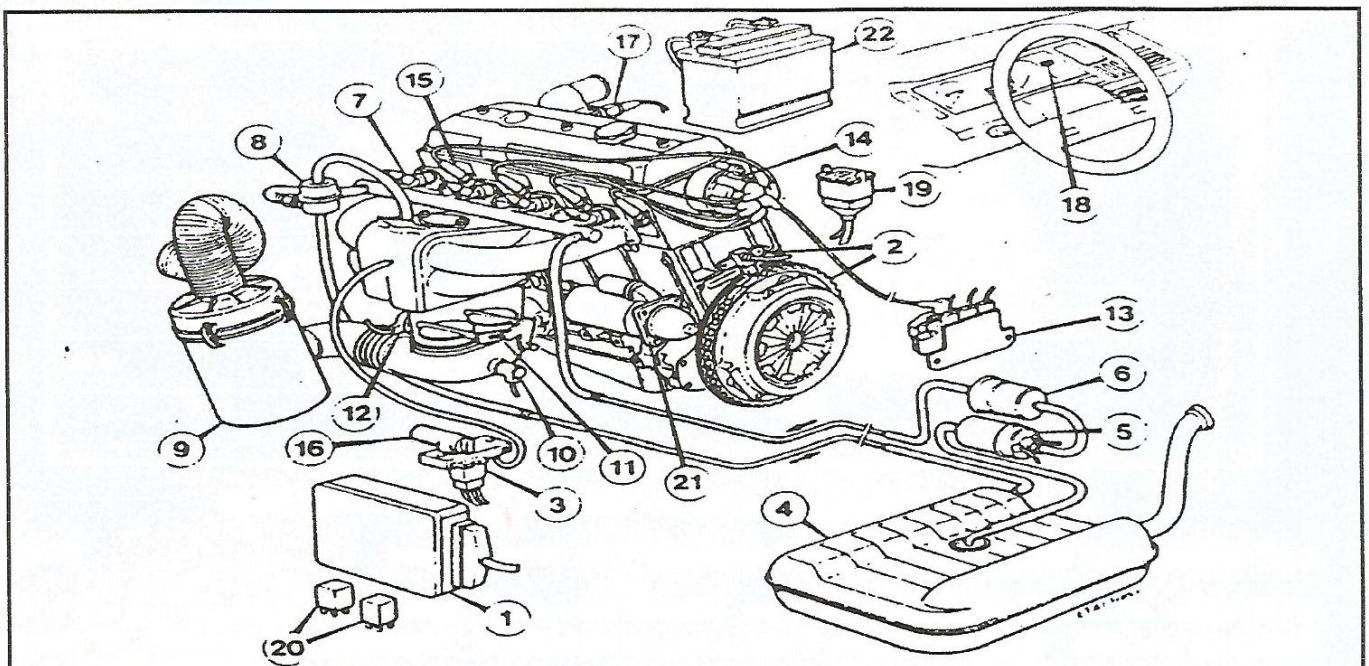

Figure 3 : Système d'injection adopté par RENIX sur la Renault Mégane.
Votre client **M. NGONO Boaz** se plaint d'un manque de puissance et d'une consommation excessive de carburant. Son véhicule est équipé du système d'injection adopté par RENIX sur la Renault donc le schéma est présenté en **figure 3** ci-dessous.
I.2.1 Nommer le système d'injection représenté à la **figure 3** ci-dessous. (0.5pt)
II.2.2 Le système d'injection de la **figure 3** ci-dessus est un système entièrement électronique. Enumérer deux (02) avantages qu'il apporte dans le fonctionnement des moteurs à essence. (0.5pt x 2 = 1pt)
II.2.3 Enumérer deux (02) paramètres sans lesquels le système de la **figure 3** ci-dessus ne peut fonctionner. (0.5pt x 2 = 1pt)
II.2.4 A partir de vos propres connaissances et du schéma de la **figure 3** ci-dessus, remplir le **tableau 4** ci-dessous en donnant pour chaque organe repérés 3, 8, 9, 10 et 16 le contrôle à faire et un défaut possible. (4.5pts)